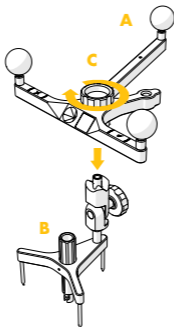

Figure 3
4.1.2. Fixation du tracker à la base de crâne universelle (Figure 3)